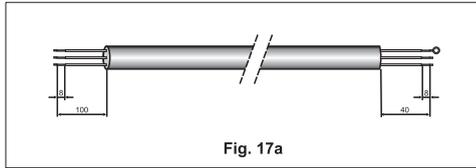

Fig. 17a
3. Prepare los extremos de las manguera eléctrica de entrada de energía y la manguera de interconexión entre las unidades exterior e interior tal y como se muestra en las fig. 17a y 17b respectivamente.